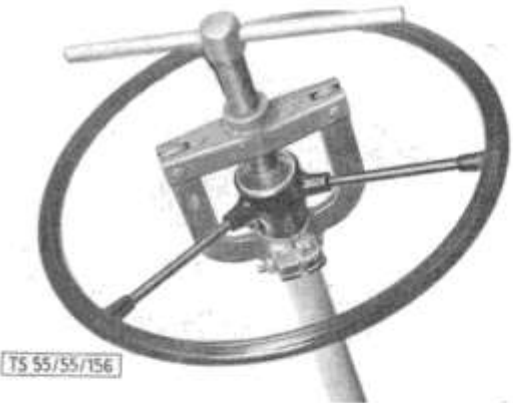

Bild 156: Abziehen der Lenkung mittels Vorrichtung
2. Abdeckscheibe und Befestigungsmutter zum Lenkrad abschrauben und letzteres mittels Vorrückung SK 9999 abziehen (Bild 156). Scheibenfeder abfangen.